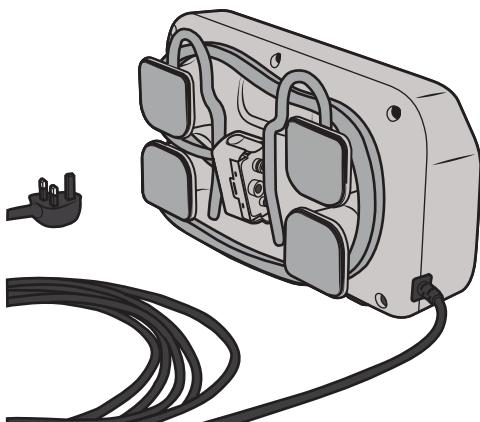

Figura 39
2. Enrolle el conjunto de tubos del compresor alrededor de los soportes para colgar en sentido contrario a las agujas del reloj. Consulte la Figura 39